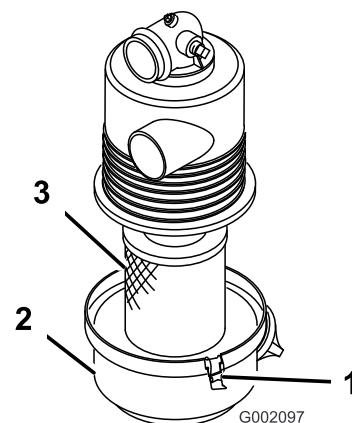

Figura 24
2. Inspeccione el limpiador de aire por si hubiera daños, que podrían causar una fuga de aire. Asegúrese de que la tapa hace un buen sello alrededor de la carcasa del limpiador de aire (Figura 24).
- Abra los enganches que sujetan la tapa del filtro de aire a la carcasa del filtro de aire (Figura 24).
- Separe la tapa del filtro de aire de la carcasa del filtro de aire, y limpie el interior de la tapa (Figura 24).